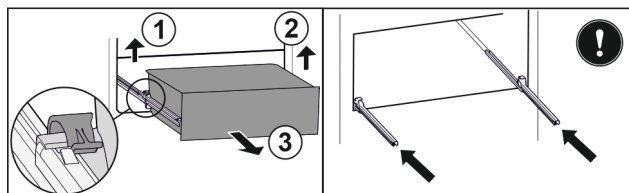

Fig. 20
- Sollevare il morsetto sinistro e allo stesso tempo tirare in avanti il cassetto sinistro. Fig. 20 (1)
- Sollevare il morsetto destro e allo stesso tempo tirare in avanti il cassetto destro. Fig. 20 (2)
- Rimuovere il cassetto tirandolo in avanti. Fig. 20 (3)